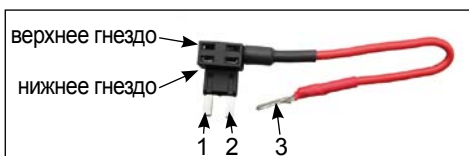

Рисунок 2. Разветвитель предохранителя (не входит в комплект)
5.5 Вставьте вынутый в п. 5.2 предохранитель стеклоподъемников в верхнее гнездо г-образного разветвителя (не входит в комплект) (Рисунок 2). Вставьте вынутый в п. 5.3 предохранитель в нижнее гнездо г-образного разветвителя. Вставьте г-образный разветвитель в гнездо п. 5.3 так, чтобы контакт 1 разветвителя вошёл в клемму с меткой. Вставьте контакт 3 разветвителя в найденную в п. 5.2 клемму с меткой.
5.9 Для режима автоматического подъёма стёкол при постановке на охрану подключить один из проводов «ОХРАНА» модуля к цепи, на которой появляется импульс при постановке на охрану. Вход «ОХРАНА +» срабатывает на перепад напряжения от 0 до 12 Вольт (положительный фронт), а вход «ОХРАНА –» срабатывает на падение напряжения (отрицательный фронт) (рисунок 2). Неиспользуемый провод изолировать.